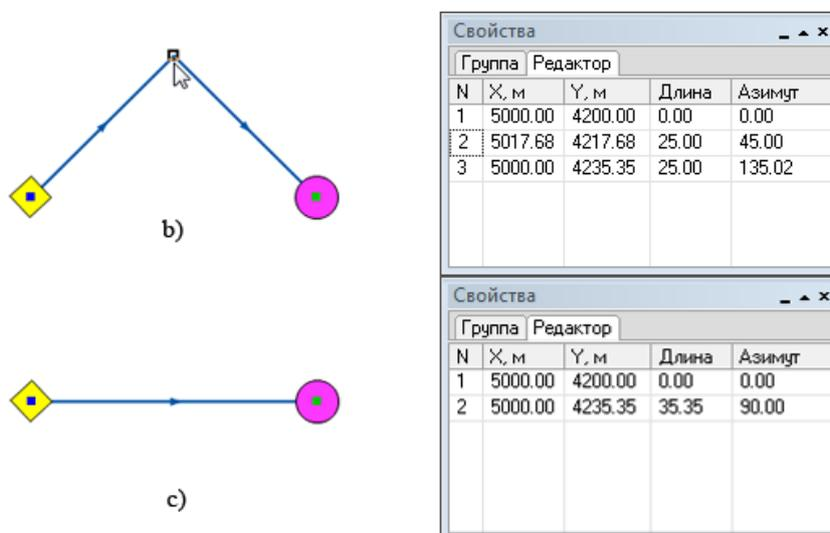

Рисунок 6.10. Удаление точки перелома из Панели свойств
- Поставить курсор на строку, характеризующую удаляемую точку и нажать на клавиатуре комбинацию клавиш Ctrl+Delete. (смотрите Рисунок 6.10, «Удаление точки перелома из Панели свойств»b);
- Выделенная точка и строка, соответствующая ей удалится, а отрезок выпрямится (смотрите Рисунок 6.10, «Удаление точки перелома из Панели свойств»с).